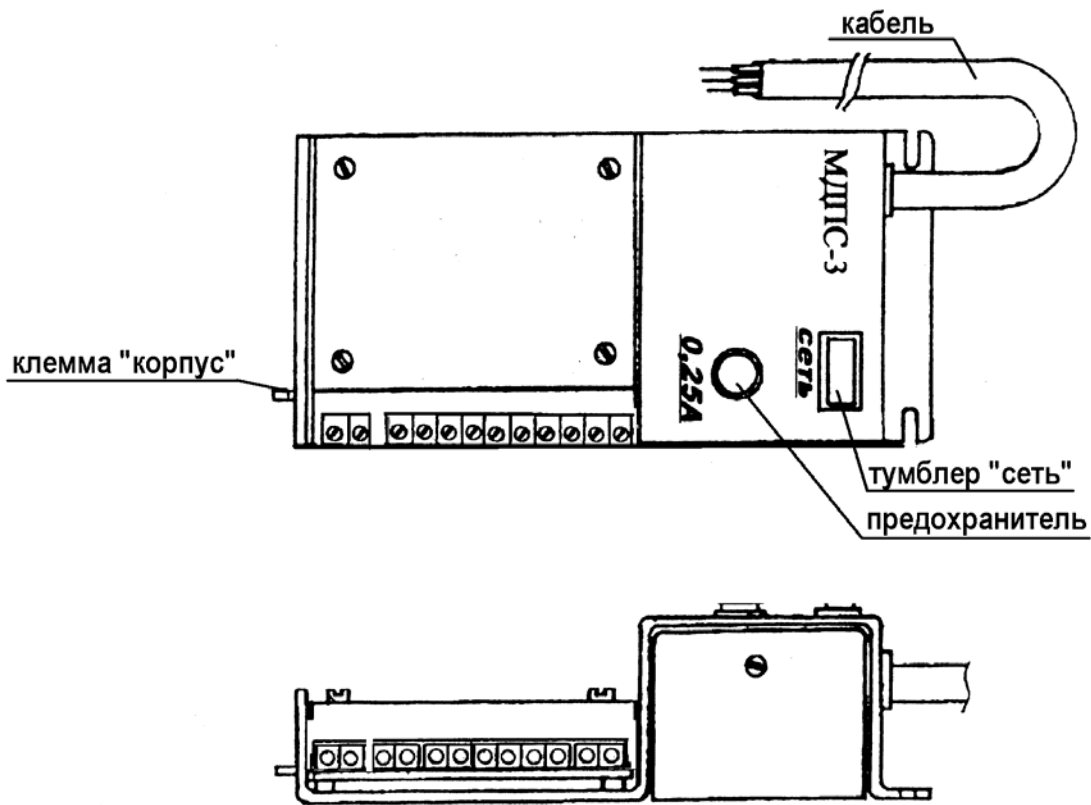

Рис.3. Внешний вид блока питания и регистрации БПР-3.
4.1. Закрепить БПР-3 в стойке посредством соответствующих крепежных отверстий (рис.3).